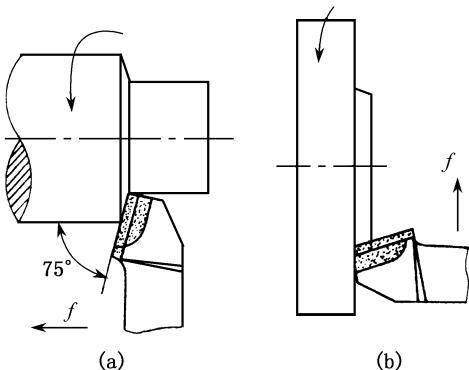

图3-10 75°外圆车刀的使用
(2) 75°外圆车刀。75°外圆车刀的刀尖角( $\varepsilon_r$ )大于90°，刀头强度好，耐用。因此适用于粗车轴类工件的外圆和强力切削铸件、锻件等余量较大的工件(图3-10(a))。其左偏刀还用来车削铸件、锻件的大平面(图3-10(b))。